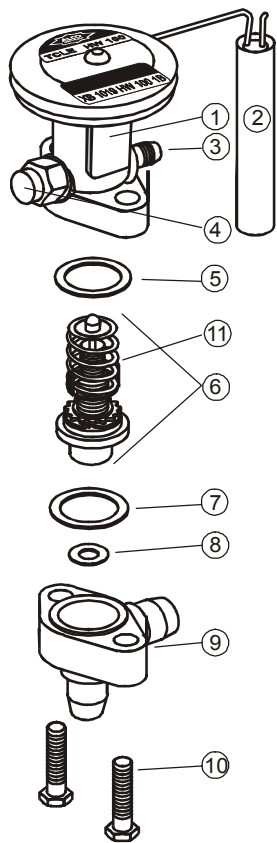

Fig. 1:
Installation (Fig. 1)
3. Assemble valve after brazing, according to Fig. 1, making sure that lugs of spring carrier line up with slots inside power assembly.
Einbau (Fig. 1)
3. Nach dem Löten das Ventil gemäß Abb. 1 wieder zusammensetzen. Dabei sicherstellen, daß die hochgestellten Ansätze des Federtellers in die entsprechenden Nuten im Oberteil eingreifen.